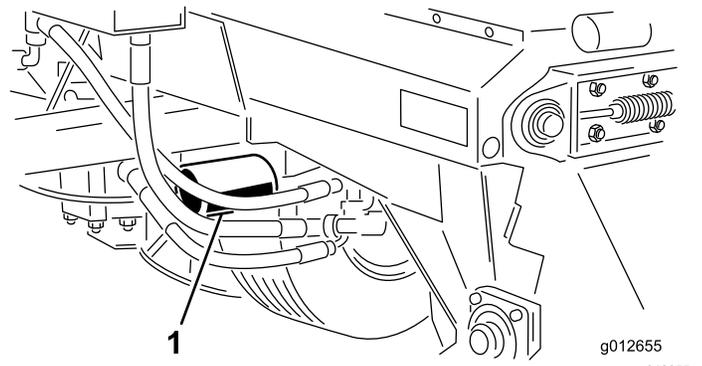

Figure 36
2. Nettoyez la surface autour du filtre et du collecteur hydraulique, placez un bac de vidange sous le filtre et déposez le filtre (Figure 36).